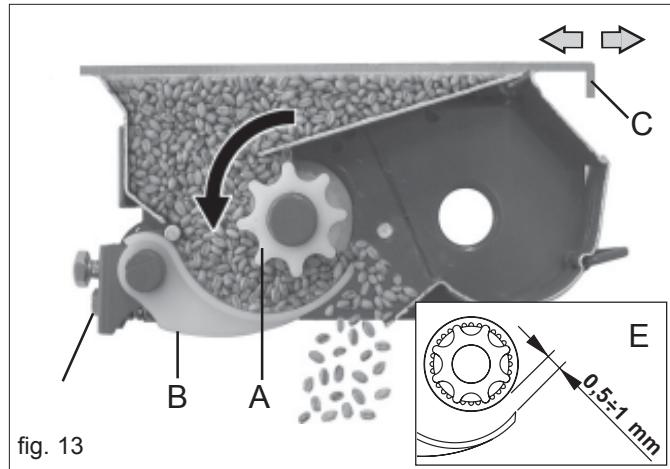

fig. 13
I tastatori (B Fig. 13) correttamente posizionati assicurano una distribuzione fluida e costante dei semi.
- 3) mediante la vite (D), regolare la distanza tra il tastatore e il rullo distributore a $0,5 \div 1$ mm (E Fig. 13).
Le lame di chiusura bocchette (C Fig.13) di uscita del seme dalla tramoggia, hanno **due posizioni di regolazione**: